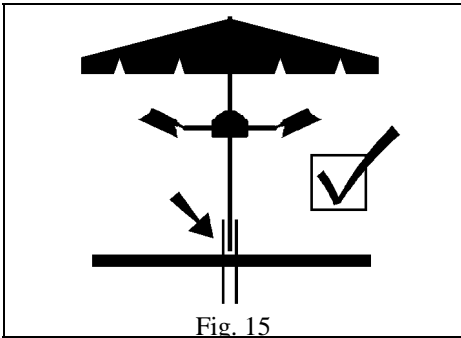

Fig. 15
- Installeer dit toestel alleen in vaste constructies of in professionele parasols. Deze parasols moeten geplaatst zijn op een voet die vast in de grond bevestigd is, zodat kantelen van de parasol nooit mogelijk is. (zie fig. 15, 16)